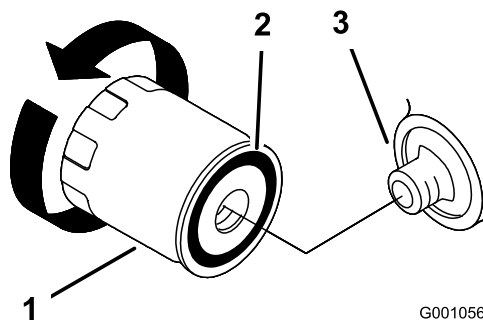

図 48
2. オイルフィルタを外し、フィルタのアダプタガスケットの表面をきれいに拭く 図 48。
5. 新しいフィルタのガスケットにオイルを薄く塗る 図 48。
6. アダプタにフィルタを取り付け、ガスケットがアダプタに当たるまでフィルタを右に回し、そこから更に 2/31 回転増し締めする 図 48。